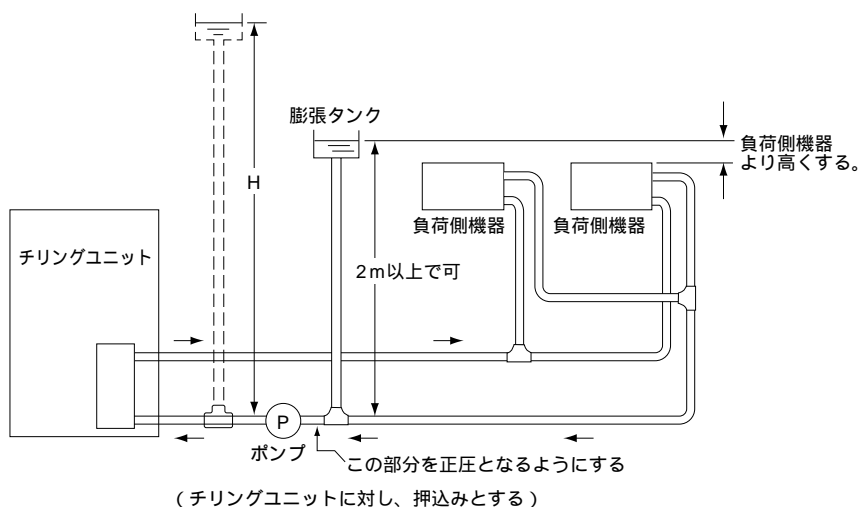

図5-2 膨張タンクとポンプの位置
- 2) 膨張タンクは図5-2に示すようにポンプの吸込口に設けることを原則とすること。ポンプの出口側に破線のように接続すると水回路の抵抗よりHを大きくしてポンプの吸込側が常に正圧となるようにすること。特にチリングユニットを屋上に据付ける場合に注意すること。(下図参照)